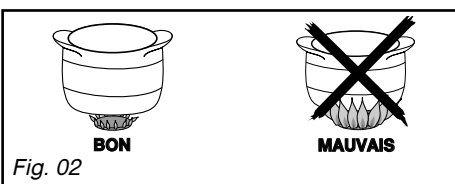

Fig. 02
- Réglez la couronne de flammes de façon que celles-ci ne débordent pas du pourtour du récipient (Fig. 02).